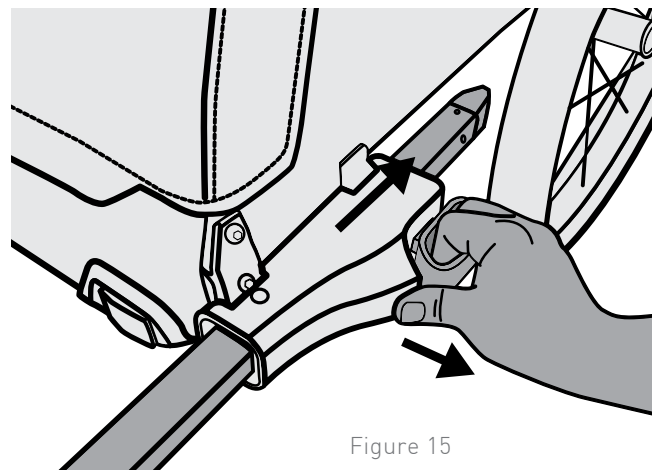

Figure 15
2. Ajustez la barre de remorquage en position Marche (Figure 15) en ôtant la tige de retenue secondaire et en tirant sur la poignée de blocage du récepteur rapide. Faites glisser la barre de remorquage vers la remorque jusqu'à ce qu'elle soit en place, puis réinstallez la tige de retenue secondaire.